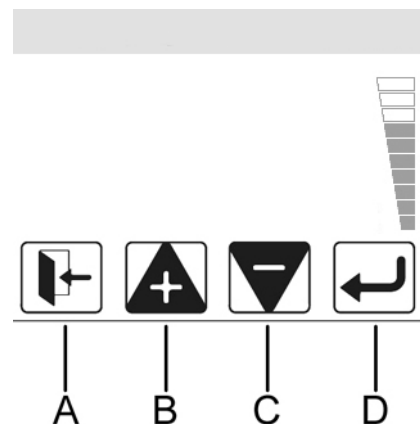

figura 11
- D Ícono CONFIRMACIÓN: para confirmar el valor regulado. (ver figura 11)